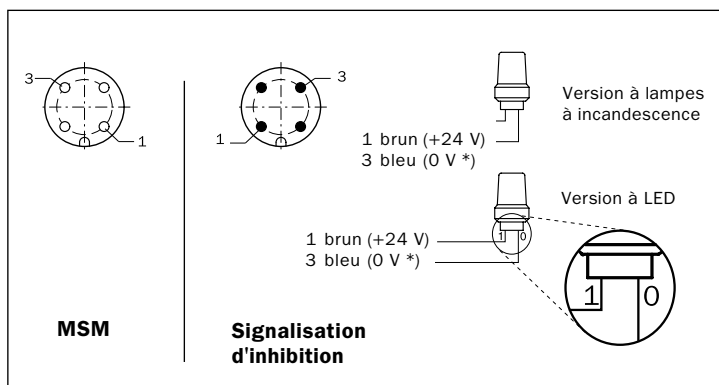

Fig. 7: raccordement des lampes d'inhibition : à gauche, le MSM ; à droite, la lampe de signalisation – \*) Tenir compte des remarques
- Pour le raccordement d'une lampe de signalisation à LED, il est nécessaire de bien respecter la polarité (cf. la fig. 7).